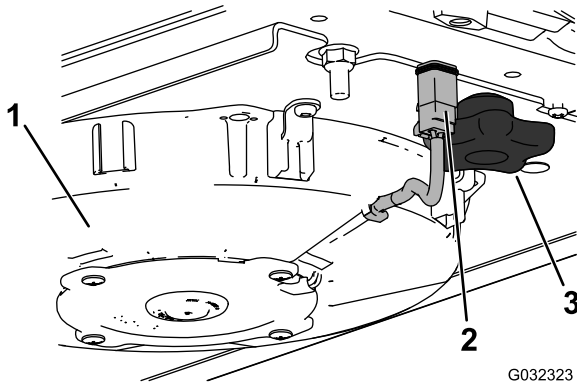
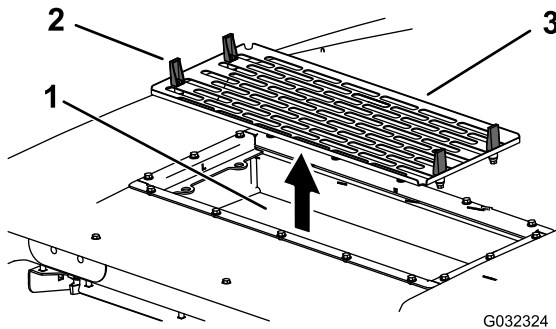

Figura 91
Figura 92
7. Instale os filtros de ar, painel e conjunto da ventoinha (Figura 90, Figura 91, e Figura 92).
8. Ligue o fio de cada uma das ventoinhas (Figura 91).